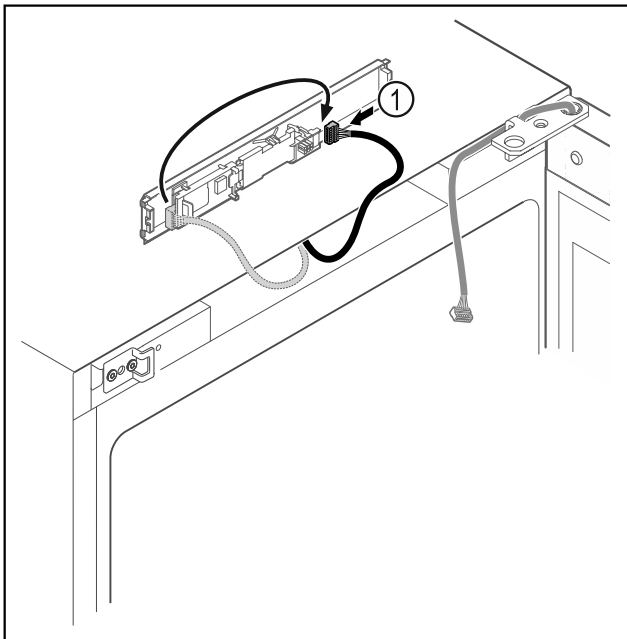

Fig. 17
- Přepojte zástrčku Fig. 17 (1) na desce.